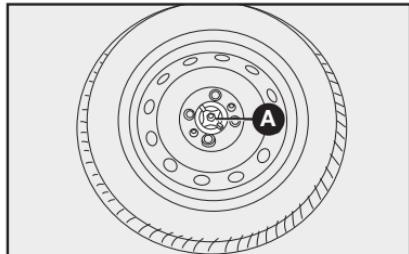

fig. 2
- Desatarraxar o dispositivo de bloqueio **A**-fig. 2, tirar a roda sobressalente.